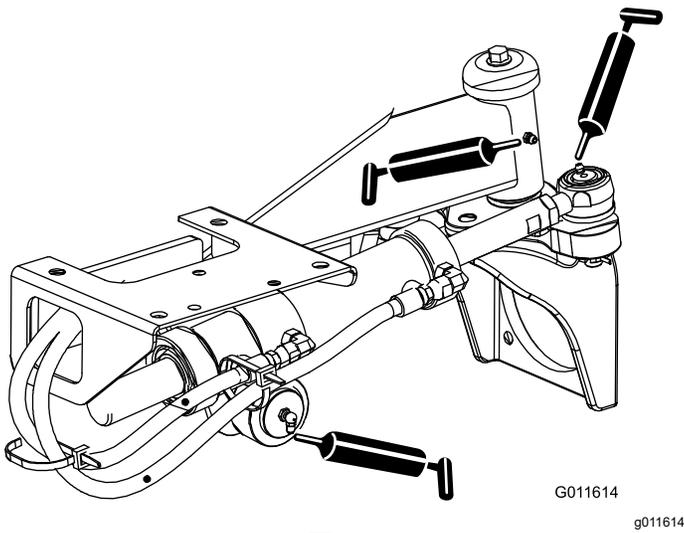

図 46
- ステアリングシリンダのボールジョイント2ヶ所と後アクスル1ヶ所一 図 46